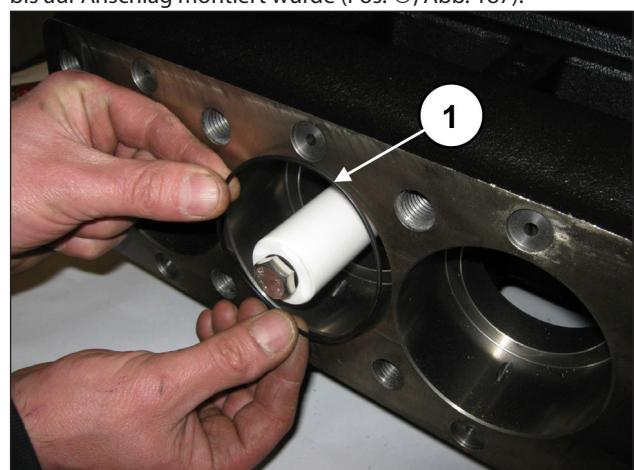
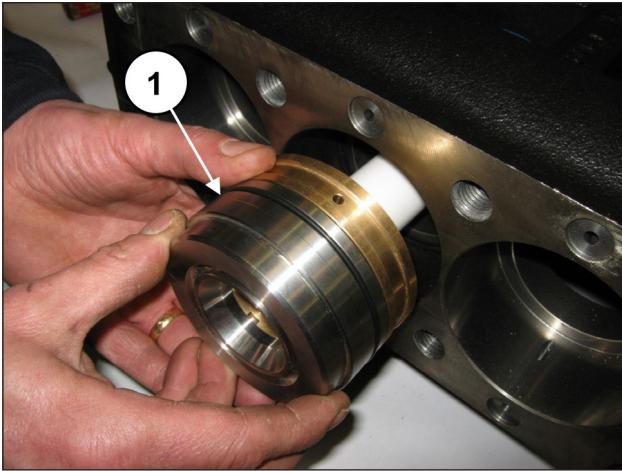

Abb. 186
Abb. 187
Montieren Sie den O-Ring in das Pumpengehäuse (Pos. ①, Abb. 186) und anschließend die Gruppe Buchse-Dichtungshalter (komplett mit demselben O-Ring), die zuvor bis auf Anschlag montiert wurde (Pos. ①, Abb. 187).